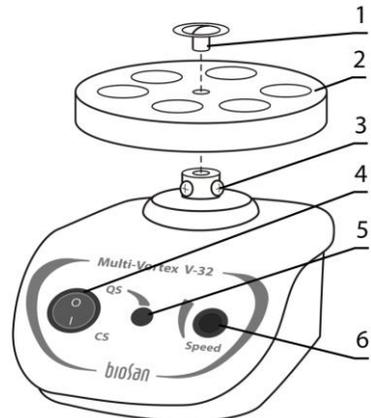

Abbildung 2. V-32, Vorderansicht
- Mit einem flachen Schraubendreher die schwarze Schraube in der Mitte der Plattform (Abb. 2/1) heraus schrauben und zusammen mit der Unterlegscheibe entfernen.
- Lösen Sie mit einem Kreuzschlitzschraubendreher zwei Befestigungsschrauben (Abb. 2/3) am Rotor unter der Plattform.
- Entfernen und ersetzen Sie die Plattform (Abb. 2/2), fixieren Sie die Plattform in umgekehrter Reihenfolge.
5.2.4.1 Stellen Sie den Schalter **QS/CS** (Abb. 2/4) auf Position **CS**.
5.2.4.2 Stellen Sie die gewünschte Geschwindigkeit durch Drehen des **Speed**-Knopfes (Abb. 2/6) ein.
5.2.5.1 Stellen Sie den Schalter **QS/CS** (Abb. 2/4) auf Position **QS**.
5.2.5.2 Stellen Sie die gewünschte Geschwindigkeit durch Drehen des **Speed**-Knopfes (Abb. 2/6) ein.
5.2.5.3 Positionieren Sie das Röhrrchen auf dem Vortexkopf, drücken und halten Sie die Knöpfe **QS** (Abb. 2/2) zum Vortexen. Der Rotor stoppt, wenn der Knopf losgelassen wird.